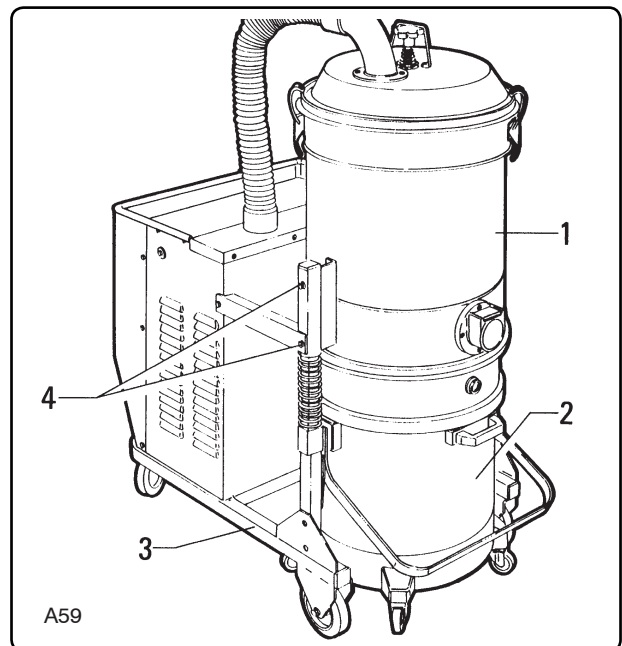

Fig.8.5.7
8.5.6 - Verifica tenuta camera filtrante (fig. 8.5.7)
8.5.6 - Checking the tightness of the filter chamber (fig. 8.5.7)
8.5.6 - Vérification de la chambre filtrante (fig. 8.5.7)
8.5.6 - Prüfung der Dichtheit der Filterkammer (Abb. 8.5.7)